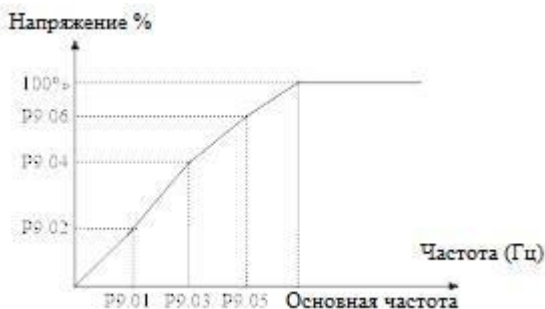

Рисунок 5.9.2 V/F-кривая определяется пользователем
- ◆ Если для P9.00 выбрано 4, пользователь может самостоятельно определить кривую V/F через P9.01 - P9.06. Как показано на Рис. 5.9.2, кривая V/F определяется четырехточечной пунктирной линией, адаптируемой к характеристикам специальной нагрузки.